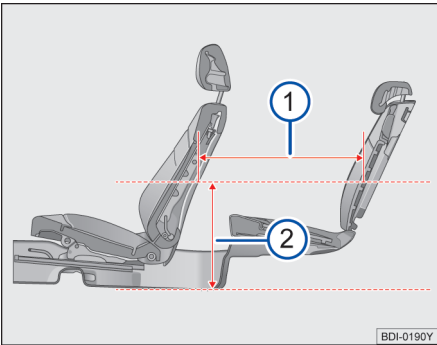

图 56 座椅座间距
当前后排座椅都位于设计位置时，在距离地板位置 620mm 处⇒图 56②，座间距为 730mm⇒图 56①。 <